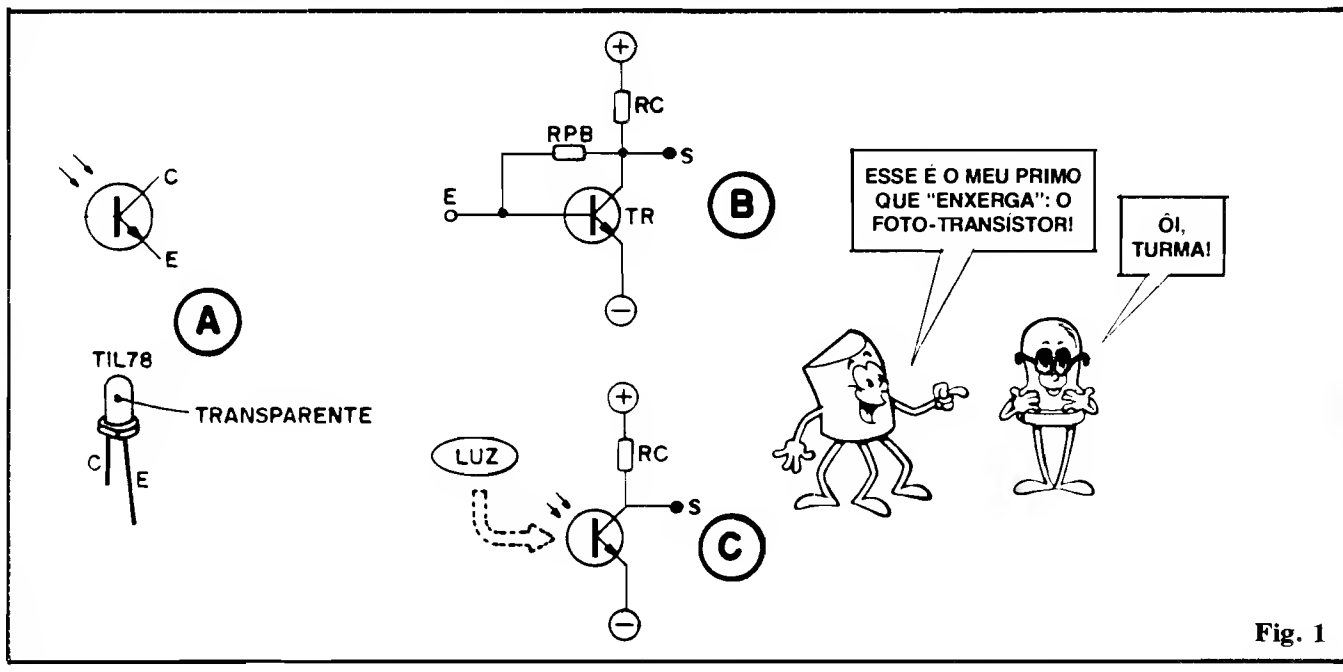
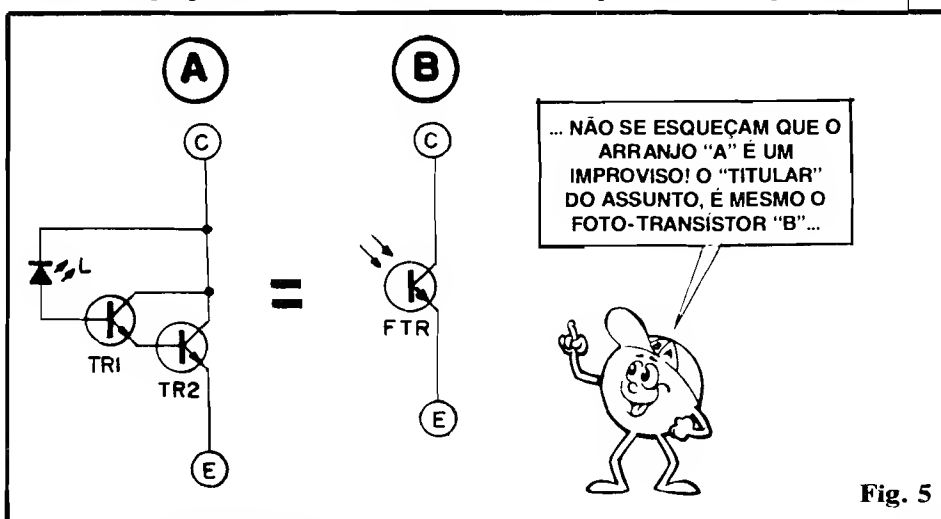

Fig. 1
Fig. 5
- FIG. 1 - Em 1-A vemos o **símbolo** (em cima) e a **aparência** (em baixo) de um foto-transistor típico (TIL78). Notem que o foto-transistor mostrado **não tem** terminal de **base** e, ao seu símbolo, são acrescentadas aquelas "setinhas", vindas "de fora para dentro", indicando a necessária incidência da radiação luminosa, para a excitação do dispositivo. Muitos dos foto-transistores (como o exemplificado TIL78), externamente, "parecem" com um LED comum... A razão dessa semelhança é simples: um LED tem que ter um encapsulamento que permita a **passagem** da LUZ, gerada "lá dentro", para fora... Um foto-transistor também **tem que ter**
- FIG. 5 - Enfim, corretamente interligados, um LED mais dois transistores bipolares, **podem**, em muitos casos práticos, substituir **diretamente** um foto-transistor, conforme mostrado na fig. 1... O conjunto mostrado em 5-A pode receber ligações externas, como se o ponto “C” fosse o **coletor** de um foto-transistor, e o ponto “E” seu **emissor**! É bem verdade que **SENSIBILIDADE ESPECTRAL**, ou seja, relacionada à frequência ou cor da LUZ recebida, pode não ser tão boa, ou específica, quanto seria a de um foto-transistor “real”... Porém, em muitos circuitos práticos “não pretencio-